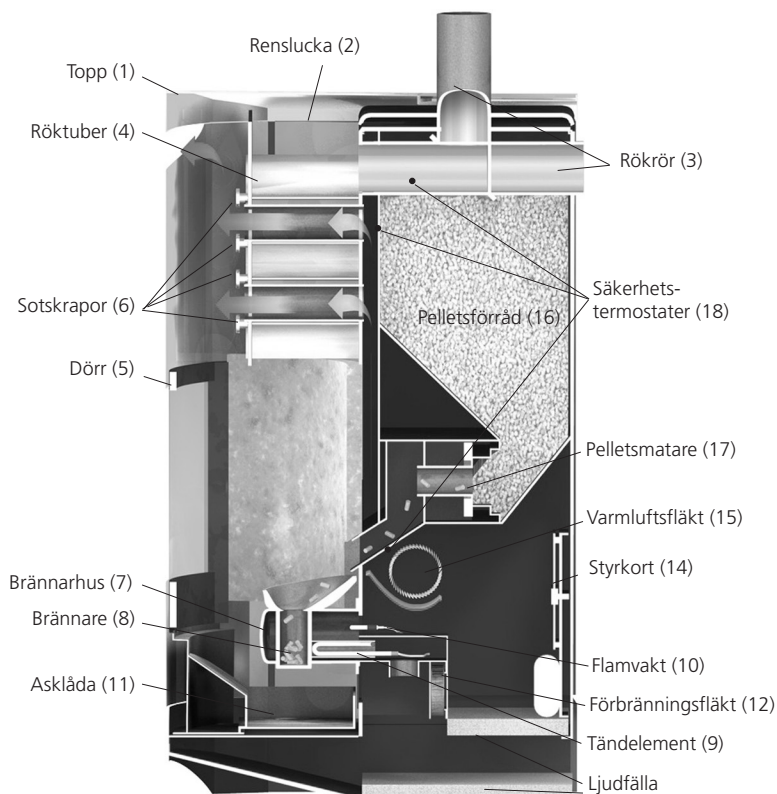

Fig. 1
1.2 Funktion (Fig. 1)
3. Två stycken termostater sitter placerade enligt avsnittet 1.2 Komponenter (fig 1).
4. En flamvakt sitter i brännaren (fig 1). Om lågan skulle slockna eller pellets matas in fortare än den hinner förbrännas och ingen låga indikeras under ca 3,5 minuter så stänger kaminen av sig och utropstecknet tänds samtidigt som "driftstopp" rullar i displayen.